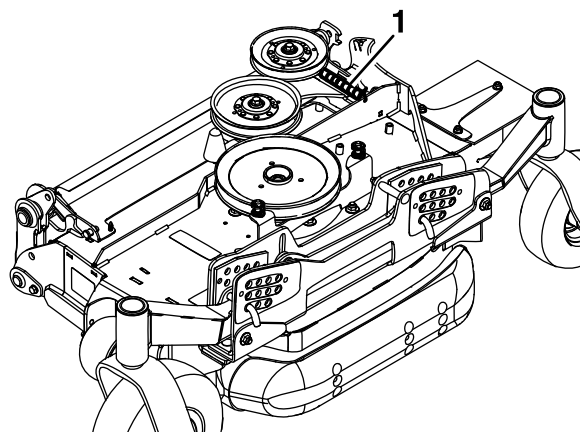

Figure 86
23. Pour faciliter l'installation des tabliers latéraux, décrochez avec précaution l'extrémité exposée du ressort qui exerce une pression sur l'arrière du capot du tablier latéral (Figure 86).